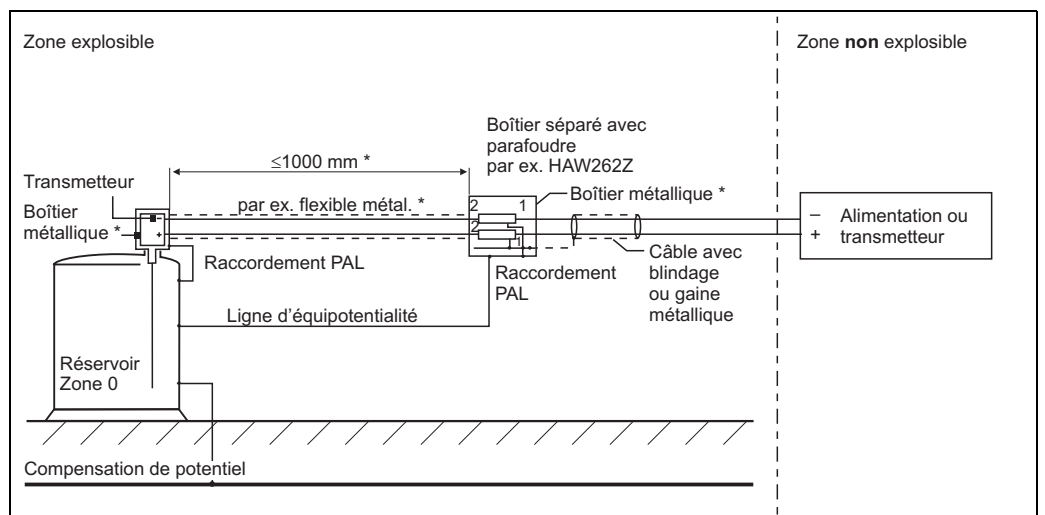

Fig. 3
- Parafoudre (par ex. HAW262Z ou HAW56x, voir fig. 3) :